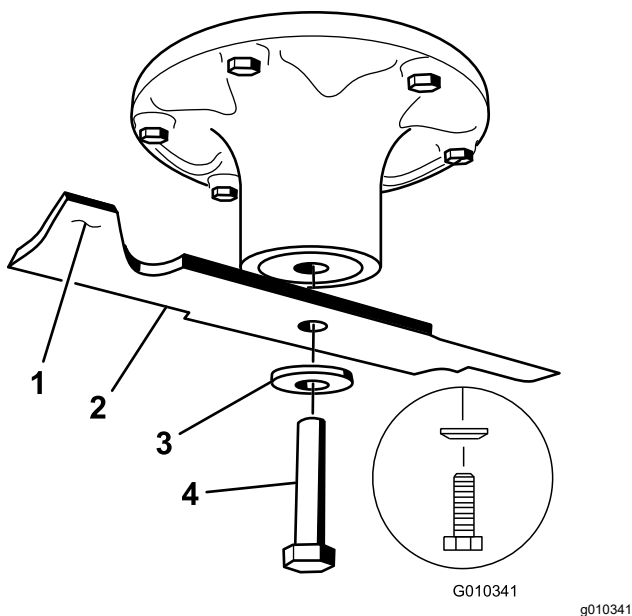

Figura 69
2. Retire del eje el perno de la cuchilla, la arandela curva y la cuchilla (Figura 69).